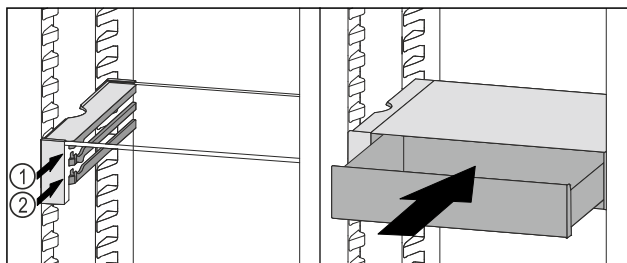

Fig. 131
- Stavite ladicu VarioSafe ukoso iza zaustavljača na željeni žlijeb Fig. 131 (1) ili Fig. 131 (2).